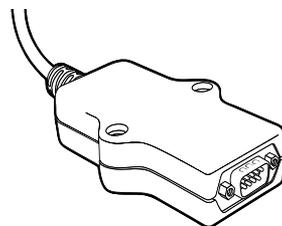

Figure 3
1. Brancher le programmeur portable Q-Logic™ (page précédente) à Q-Logic™ ED (affichage amélioré) ou à la manette autonome si le SCIM (module d'entrées de commande spéciale- Figure 3) est en cours d'utilisation.
Si vous utilisez le module d'entrée de commande spéciale Q-Logic™ (SCIM Figure 3), vous aurez besoin d'un d'interrupteur mécanique n'importe quel type pour le brancher sur le port d'alimentation de la manette autonome pour mettre le fauteuil en marche/arrêt et s'assurer que le SCIM est configuré comme le module de commande principal. Programmeur Q-Logic™ nécessaire.